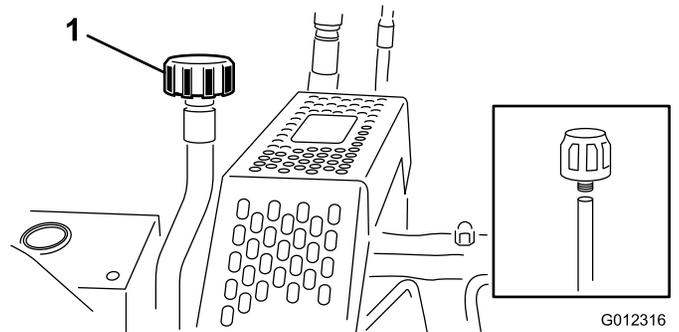

Figura 45
2. Limpie alrededor del respiradero y desenrosquelos con una llave inglesa (Figura 45).